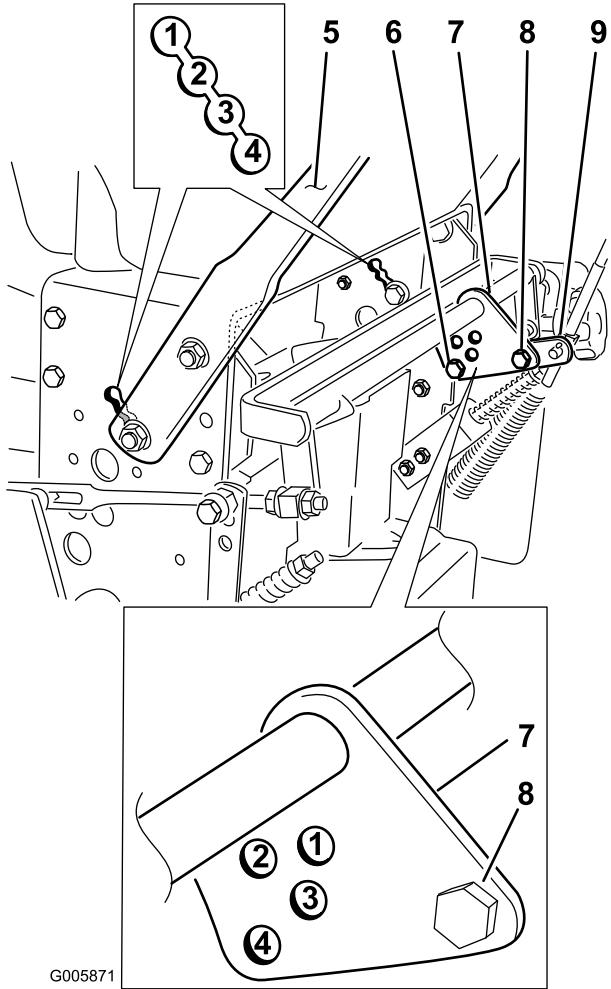

Figura 19
8. Observe en qué taladro estaba instalado el manillar (Figura 19).
9. Instale el perno delantero en el taladro correspondiente a la altura del manillar (es decir, si el manillar estaba en el taladro número 3, el perno delantero de la barra de control de velocidad debe estar en el taladro número 3) (Figura 19).
10. Apriete los pernos delantero y trasero que sujetan la varilla de control de velocidad a la barra de control de velocidad (Figura 19).